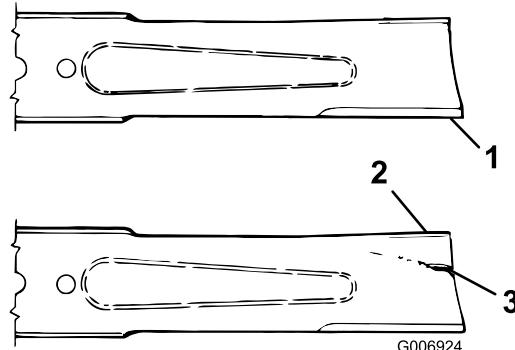

Figura 65
3. Verificate accuratamente i taglienti, con particolare attenzione ai punti d'incontro delle sezioni piatta e curva della lama (**Figura 65**).
4. Se riscontrate segni di usura (**Figura 65**), sostituite la lama; fate riferimento a **Rimozione e montaggio di una lama** (pagina 57).
4. Se riscontrate segni di usura (Figura 65), sostituite la lama; fate riferimento a Rimozione e montaggio di una lama \(pagina 57\).